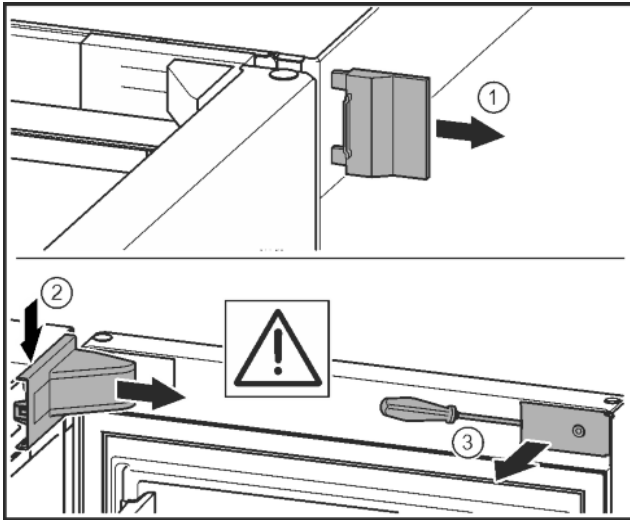

Fig. 10*
- Vegye le a külső fedelet.* Fig. 10 (1)
- Pattintsa ki és oldja ki a csapágybak fedelét. Vegye le a csapágybak fedelét.* Fig. 10 (2)
- Hornyoltfejű csavarhúzóval pattintsa ki a lemezt, és fordítsa oldalra.* Fig. 10 (3)